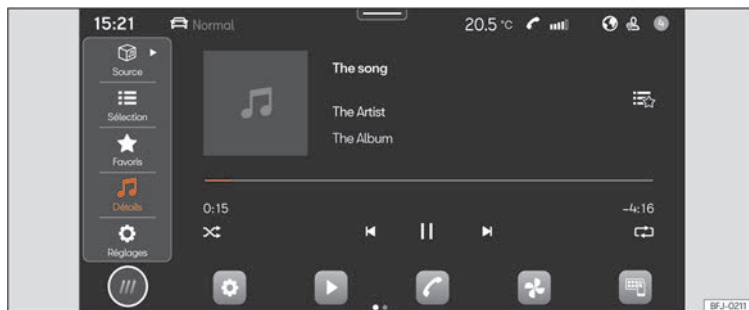

Fig. 127 Représentation schématique : Vue Multi-média.
- Appuyez sur **HOME** > ► >>> **fig. 127**.